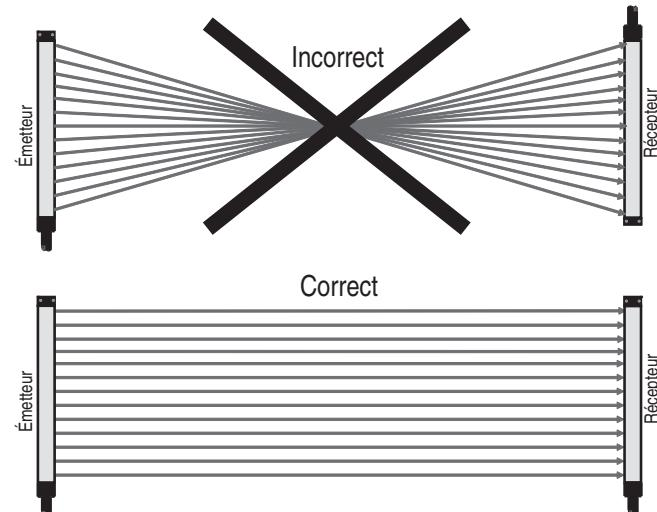

Figure 8 : Implantation de l'émetteur et du récepteur
- Prenez soin d'orienter l'émetteur et le récepteur dans la même direction. Cela signifie que le début du champ de protection qui se trouve à côté du câble conduisant au contrôleur de sécurité, doit se trouver à la même extrémité du champ de protection. Les voyants devraient se trouver les uns en face des autres. Il n'est pas autorisé de monter les systèmes GuardShield Micro 400 en les faisant pivoter de 180° (Figure 8 : Implantation de l'émetteur et du récepteur).